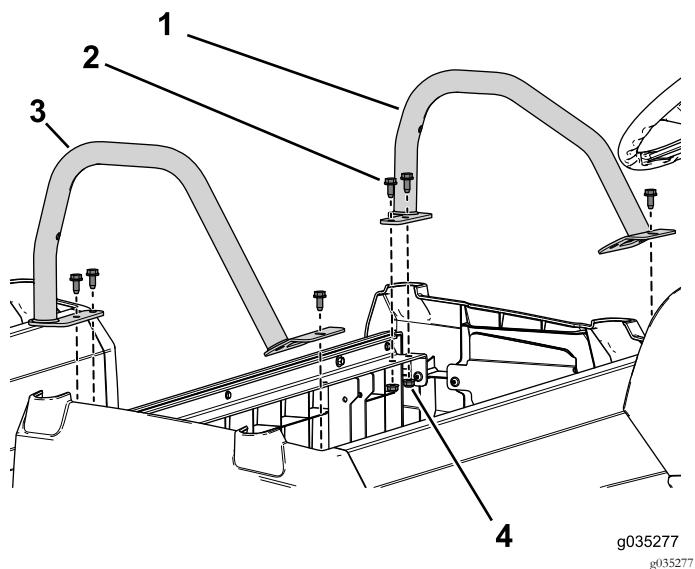

Figura 97
7. Utilice los 6 pernos con arandela prensada (3/16" x 3/4") y las tuercas con arandela prensada para sujetar las barras de seguridad izquierda y derecha a la base del asiento (Figura 97).